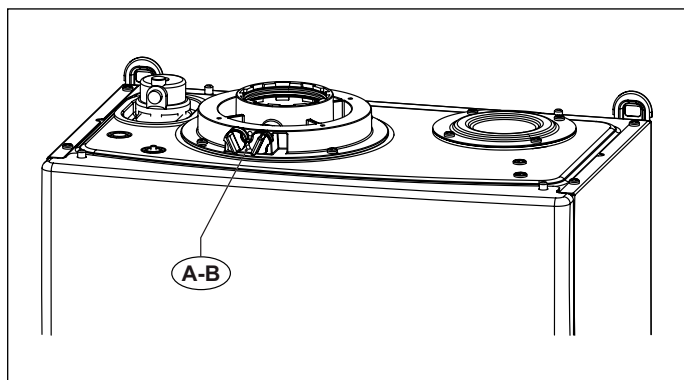
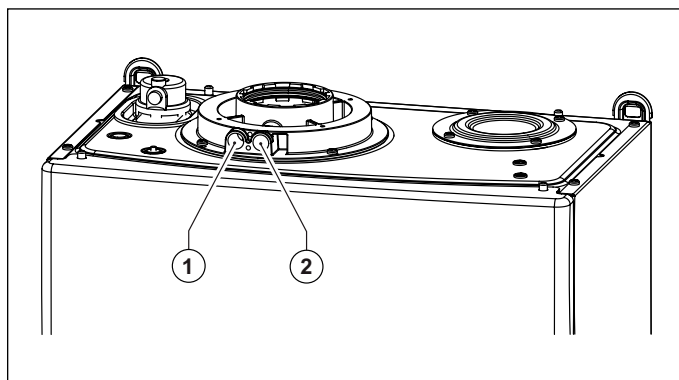

Fig. 19 Poziția bușoanelor
Fig. 20 Poziția orificiilor
Centrala termică este prevăzută cu un turn pentru racordarea conductelor de aspirație aer/evacuare gaze arse (vezi Fig. 19 Poziția bușoanelor și Fig. 20 Poziția orificiilor).
În turn au fost prevăzute orificii pentru accesul direct al aerului de combustie și pentru evacuarea gazelor arse (vezi Fig. 20 Poziția orificiilor).
Înainte de a efectua măsurătorile înlăturați bușoanele A și B din orificiile prevăzute pe turn (vezi Fig. 19 Poziția bușoanelor).
- măsurarea aerului de combustie preluat din orificiul 1 (vezi Fig. 20 Poziția orificiilor).
- măsurarea temperaturii gazelor arse și a CO2 prelevat din orificiul 2 (vezi Fig. 20 Poziția orificiilor).
Cablurile termostatului trebuie conectate la bornele (1) și (2) ale plăcuței electronice (vezi Fig. 16 Schema electrică RTFS și Fig. 20 Schema electrică CTFS) după ce a fost eliminată puntea furnizată cu centrala termică. *Scheme electrice*) după ce a fost eliminată puntea furnizată cu centrala termică.